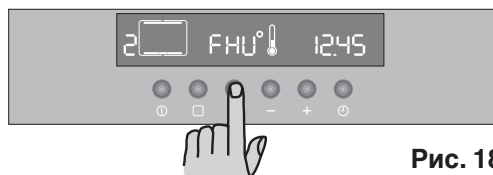

Рис. 18
- 4) Нажмите кнопку . Дисплей температуры покажет "FNU" (Рис. 18).